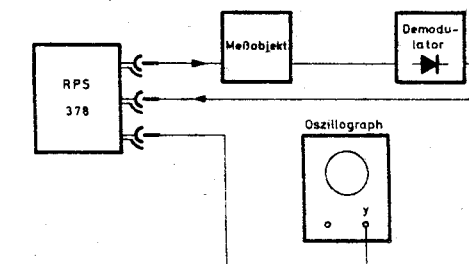

Abb. 3 FM-ZF-Meßplatz
Eine Korrektur der NF-Amplitude bei fest vorgegebener HF-Spannung und stufig geeichte Oszillographen (z. B. SO 367) läßt sich außerdem mit dem Einstellregler (10) durchführen. Mit dem Wobbler-Mittenfrequenz-Regler (2) läßt sich die Kurve seitlich verschieben und mit dem Hubregler (3) in ihrer Breite variieren. Den Meßaufbau zeigt Abb. 3.